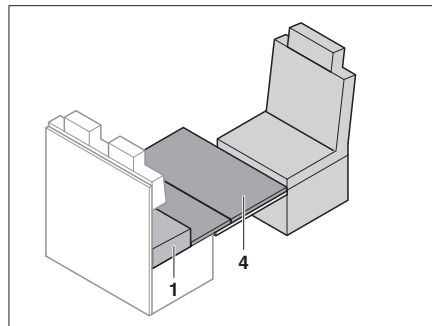

Fig. 186 Applicare la base del letto extra
- Collocare la base del letto extra (Fig. 186,4) sul tavolo. Appoggiare lo spigolo anteriore della base del letto extra direttamente al sedile del conducente.